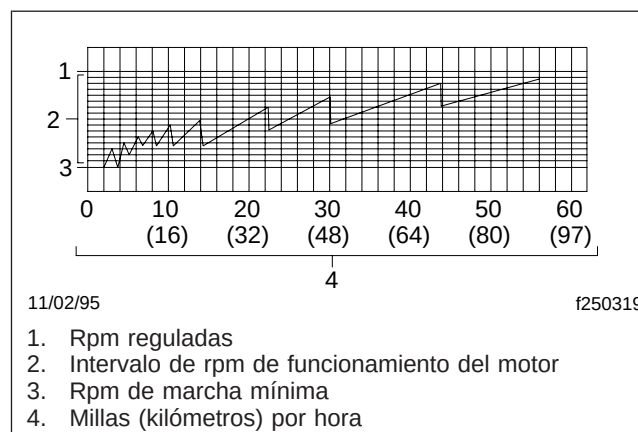

Figura 7.6, Patrón de cambios progresivos
4. Si el vehículo puede funcionar en una marcha más alta después de alcanzar la velocidad deseada, seleccione la marcha más alta disponible que puede arrastrar la carga. La experiencia con su vehículo le enseñará las rpm que se necesitan para hacer cambios en distintas condiciones. Esta técnica de cambios progresivos (vea en la **Figura 7.6** un patrón de cambios progresivos) reducirá los costos de combustible porque el motor funcionará en las menores rpm necesarias para arrastrar la carga.